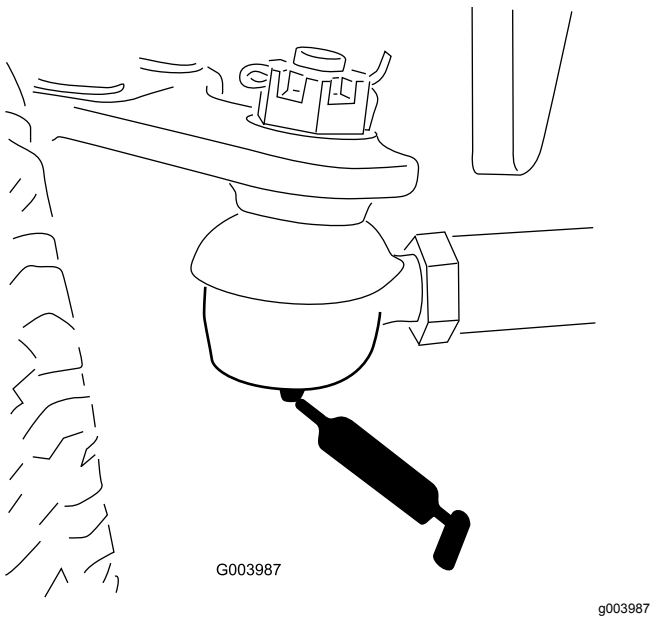

Bild 65
- Spurstange der Hinterachse (2) (**Bild 65**)